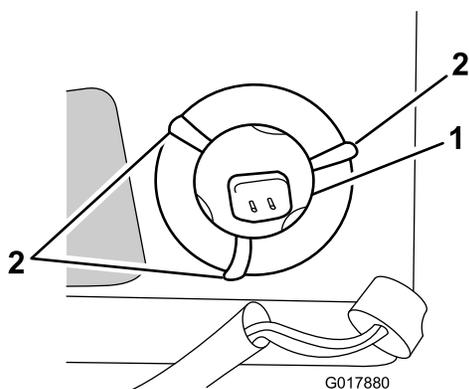

Figura 32
7. Spostate le linguette pieghevoli (che mantengono la lampada in posizione) all'interno del manicotto metallico in modo tale che non siano d'intralcio; vedere Figura 32.